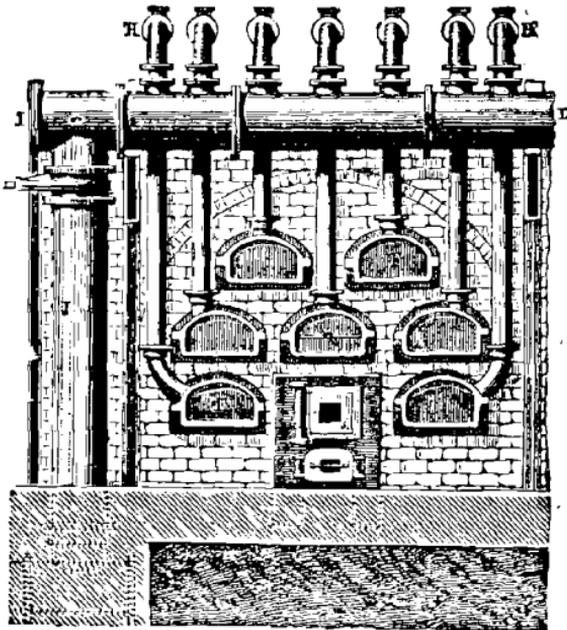

FIG. 154. — Four à gaz.
**Distillation de La houille.** — Pour la distillation, la houille est chargée dans des cornues en terre réfractaire F (fig. 154) que l'on dispose par batteries dans des fours adossés deux à deux. Elles peuvent être fermées par un obturateur que l'on fixe à l'aide d'étriers et communiquent par un tube vertical avec un cylindre II appelé *barillet*. Ces cornues sont chauffées au rouge vif au moment où l'ouvrier les emplit : les premières portions de charbon qu'on y jette distillent immédiatement et les remplissent de gaz ; aussi, lorsque l'ouvrier pose l'obturateur, l'air est chassé et il n'y a plus à craindre de mélange détonant. A la sortie des cornues, tous les produits de la distillation se rendent par les tubes verticaux dans le barillet qui court le long des fours et qui est à moitié rempli d'eau. Chaque tube plonge dans l'eau, de sorte que chaque cornue est séparée par cette eau du reste de l'appareil, et si l'une d'elles venait à se briser, le gaz contenu au delà du barillet ne pourrait ni s'enflammer, ni se mélanger à l'air. Le barillet a, de plus, l'avantage de condenser déjà une certaine quantité d'eau de goudron, etc.